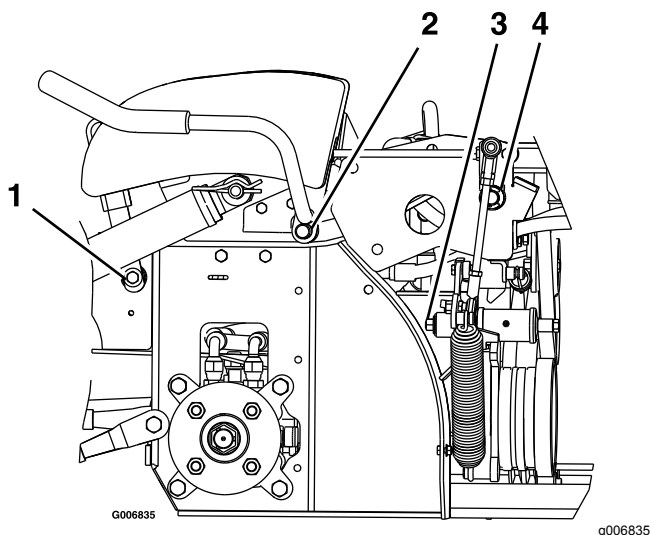

Figura 33
3. Lubrique los casquillos de bronce del pivote de la palanca de freno con lubricante en spray o aceite ligero (Figura 33).